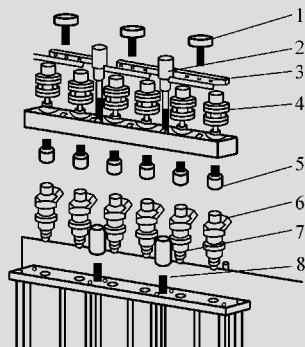
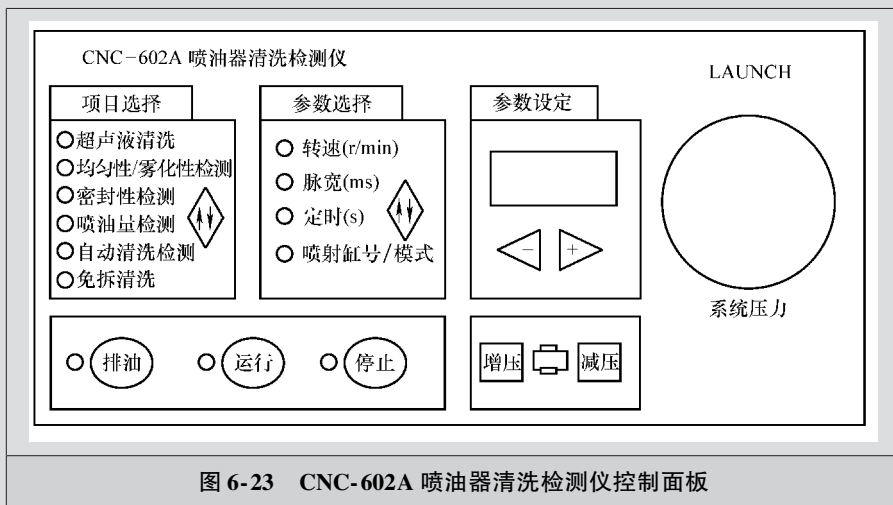

图 6-22 喷油器安装示意图
图 6-23 CNC-602A 喷油器清洗检测仪控制面板
- ① 从配件盒中选择配套的分油器堵塞, 然后涂抹少许润滑脂, 将堵塞装入分油器。
- ② 装好月牙压板, 拧紧压板螺钉。
- ③ 根据喷油器连接类型, 选择合适的直排油接头安装于分油器下方对应的偶件处。
- ④ 依据喷油器的高度, 选择合适的调节螺杆与滚花螺母, 安装于分油器支架上。然后将分油器及喷油器安装在分油器支架上, 均匀紧固好两个滚花螺母, 如图 6-22 所示。
- ⑤ 插好喷油器脉冲信号线并接通电源。
- ⑥ 如果测试量杯中有检测液, 按 [排油] 键将测试量杯中的检测液排净, 如图 6-23 所示。然后在控制面板中选择均匀性/雾化性检测, 设定相应的工况参数, 按 [运行] 键即可。
- ⑦ 检测完毕, 系统自动停止, 并以蜂鸣器鸣叫提示。